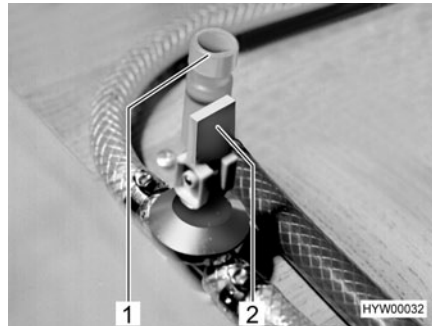

Fig. 131 Llaves de desagüe
- Cerrar la llave de desagüe (Fig. 131,2). Colocar para ello el balancín en posición horizontal.
- Cerrar la llave de desagüe (Fig. 131,1). Para ello, girar el capuchón en sentido de las agujas del reloj.
- Abrir la llave de desagüe de la caldera (Fig. 131,2). Para ello, colocar el balancín de la llave de desagüe de la caldera en posición vertical.